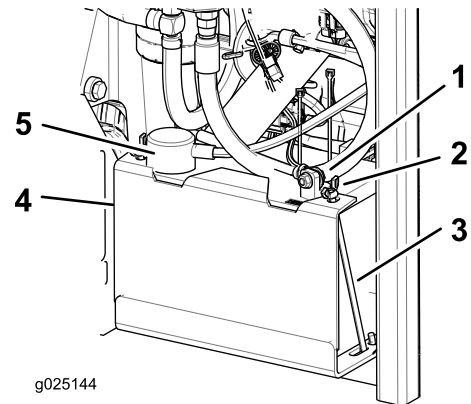

Bild 47
3. Klemmen Sie zunächst das Minuskabel vom Minuspol (–) der Batterie ab (Bild 47).
4. Schieben Sie die rote Polmuffe vom Pluspol (Rot) der Batterie ab und klemmen Sie das Pluskabel (+) ab (Bild 47).
5. Nehmen Sie die Flügelmutter ab, mit denen die J-Haken befestigt sind (Bild 47).
6. Nehmen Sie die Klemme ab (Bild 47).
1. Legen Sie die Batterie so in das Fach, dass die Anschlussklemmen auf der anderen Seite des Hydraulikbehälters sind (Bild 47).
4. Befestigen Sie die Kabel mit zwei Schrauben, 2 Scheiben und 2 Sicherungsmuttern (Bild 47).
6. Setzen Sie die Klemme auf und befestigen sie mit den Flügelmutter und J-Haken (Bild 47).